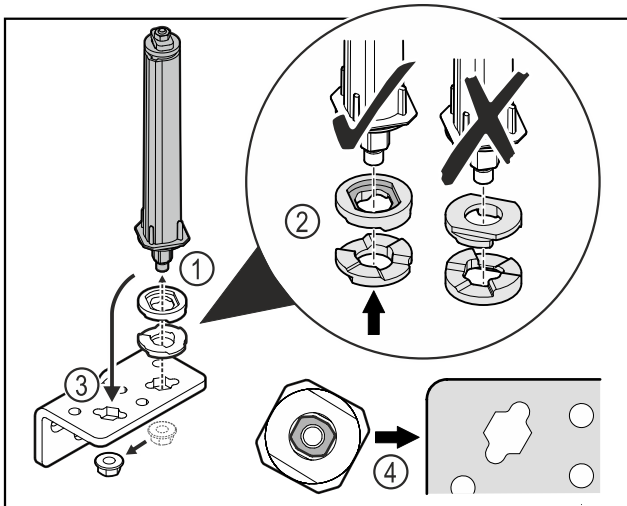

Fig. 30
- ▶ Відкрутити гайку і зняти систему запирання дверей Fig. 30 (1).
- ▶ Слідкувати за правильним розташуванням шайб для регулювання висоти Fig. 30 (2).
- ▶ Переставити систему запирання дверей у шарнірному кутику і зафіксувати гайкою Fig. 30 (3).
- ▶ Під час встановлення слідкувати за правильною орієнтацією системи запирання дверей Fig. 30 (4).